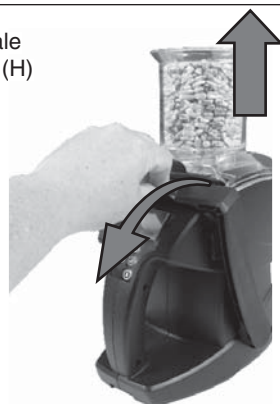

Figure 3. Tirez le bras de levier vers l'avant. Soulevez la trémie vers le haut.
3. Remplissez la trémie - Remplir la trémie avec la céréale à tester. (assurez-vous que le coulisseau de la trémie (H) soit poussé à l'intérieur afin de retenir la céréale et d'éviter qu'elle ne tombe tôt).
4. Lorsqu'il vous l'est requis, versez - Tirez le coulisseau de la trémie (H). Ce fera uniformément tomber la céréale dans la cellule d'essai (A).
5. Lorsqu'il vous l'est requis, retirez la trémie (G) - Une fois que la cellule d'essai est pleine, alors poussez le coulisseau de la trémie (H) vers l'arrière pour fermer le trou d'écoulement. Tirer le bras de niveau (I) vers l'écran et soulevez la trémie (G) pour la retirer (Figure 3).. Placez-la sur le côté dans un endroit sûr où elle ne va pas tomber.
6. Nivelier les céréales - Lorsqu'il vous l'est requis, appuyez sur le bras de levier de céréales (I) dans un mouvement lent et régulier vers l'arrière de l'unité pour pousser les céréales en excès hors de la cellule d'essai. Pour quelques céréales vous ne pouvez pas être en mesure de le faire initialement avec un seul mouvement, et dans ce cas, alors tirez sur le bras de levier (I) à mi-chemin en arrière et poussez à nouveau vers l'arrière de la cellule d'essai pour niveler les céréales. Tirez le bras de levier en arrière vers l'écran. Regardez la brosse à bras de levier et assurez-vous qu'elle ne touche pas la cellule d'essai autrement le poids spécifique des céréales sera affecté. Une fois que le bras de levier retourne (vers l'écran) enlevez les mains du testeur (s'il est posé sur une surface plane) et il va automatiquement commencer à mesurer. Retirez les mains et garder stable puisque le poids d'essai est la première partie de la mesure.